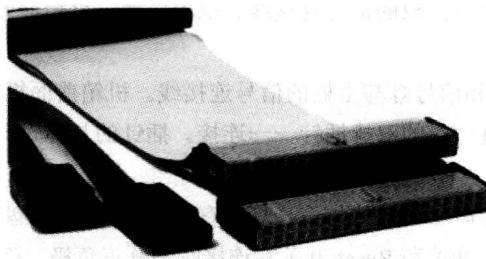

图 1.1.17 IDE 和 SATA 接口设备数据连接线
1) IDE 接口设备数据连接线的安装较为复杂，需要区分设备的主从设置，然后连接。如图 1.1.17 所示为 SATA 接口和 IDE 接口设备的数据连接线。通常，在主板上一般都有两个 IDE 接口，标识为 IDE1 (Primary IDE) 主接口和 IDE2 (Secondary IDE) 副接口。而每一根数据连接线则可以有三个接口，其中一个接主板的 IDE 接口，另两个则可以接两个硬盘或一个硬盘与一个光驱。在同一根连接线上如果接两个 IDE 接口设备，则其中一个应设置为主盘，另一个设置为从盘。在通常情况下，同一条排线上的设备速度会相互影响，因此一般说来，尽量不要把速度不同的两个设备用同一条排线连接。如果只须安装一个光驱和一个硬盘，最好将这两个 IDE 设备挂接在不同的 IDE 接口上。主硬盘，也就是启动系统的硬盘必须作为主设备接到主 IDE1 接口上，光驱等设备可以连接在 IDE2 接口上，这样可以稍微提高一些性能。主板上的接口和设备接口连接时同样遵循色线对应接口上第一针的原则。